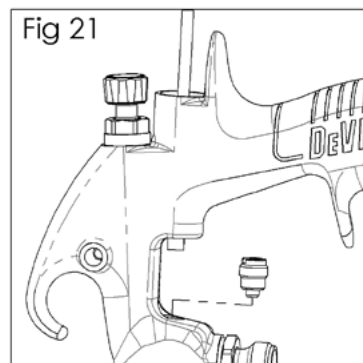

Fig 21
4. Re-ensamble el empaque, ensamble en el cuerpo de la pistola a mano y después apriete. (Ver Fig. 21)